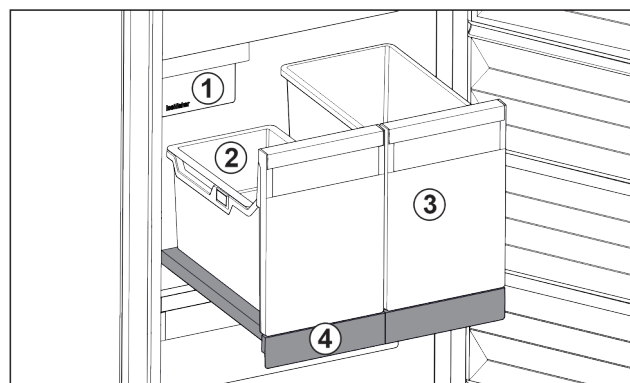

Fig. 40 Auszugsbord mit IceTower
Auf dem Auszugsbord sind zwei hohe Behälter (IceTower). Im Behälter Fig. 40 (2) werden Eiswürfel aus dem IceMaker gesammelt und gelagert. Behälter Fig. 40 (3) eignet sich für die Lagerung von hohen Lebensmitteln wie Pizzen oder alkoholischen Getränken.